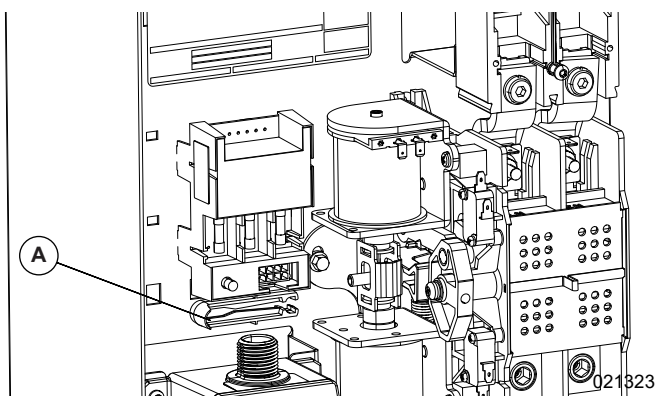

Figure 4-4. Outil de retrait et d'installation de fusible
Voir Figure 4-4. Un outil de retrait et d'installation de fusible (A) est inclus dans le boîtier FCM.